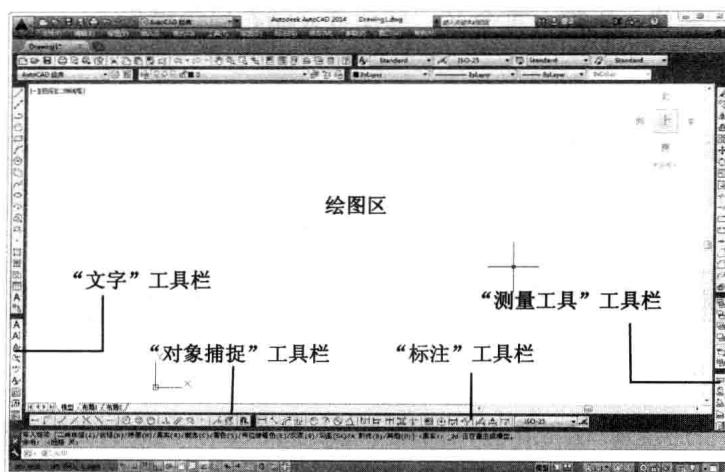

图 1.6 以“AutoCAD 经典”工作界面为基础自定义的二维工程绘图工作界面
提示：在“AutoCAD 经典”工作界面基础上，增加常用的“对象捕捉”、“标注”、“测量工具”、“文字”等工具栏，这是一种非常实用的二维工程绘图工作界面，如图 1.6 所示。
- ① 本书将以图 1.6 所示的自定义工程绘图工作界面介绍 AutoCAD 2014。
② 要自定义工作界面中的工具栏，可通过下拉菜单选择：“工具”⇒“自定义”⇒“界面”，将弹出“自定义用户界面”对话框。在该对话框中，可先选择一种工具栏或其他项，然后可使用右键菜单命令进行“新建”、“复制”、“粘贴”、“删除”等操作，也可从命令列表中选择命令直接拖入工作界面中。